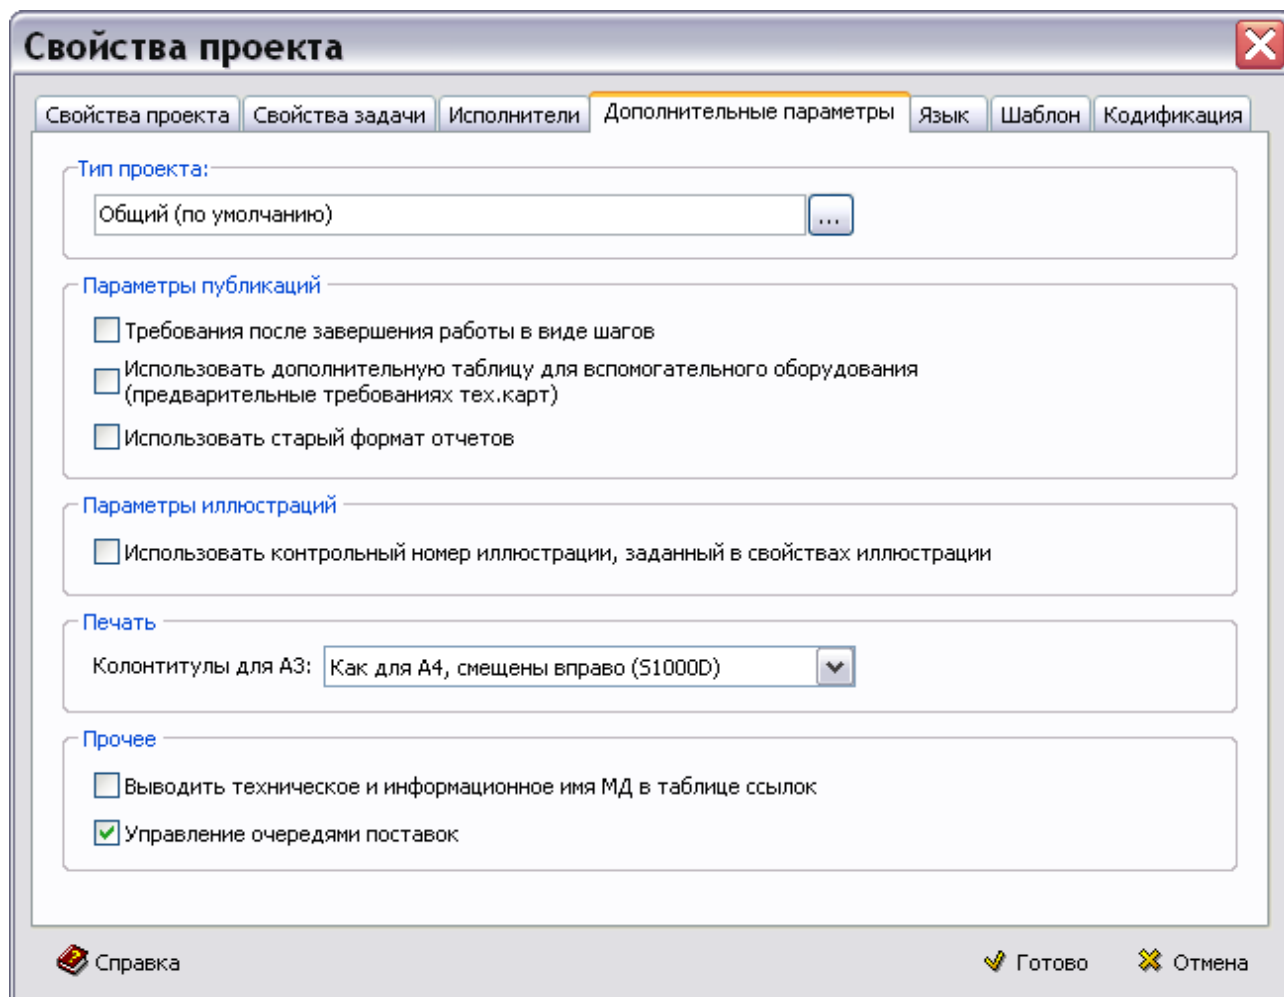

Рис. 23.1
4. Перейдите на вкладку **Дополнительные параметры** (Рис. 23.1).